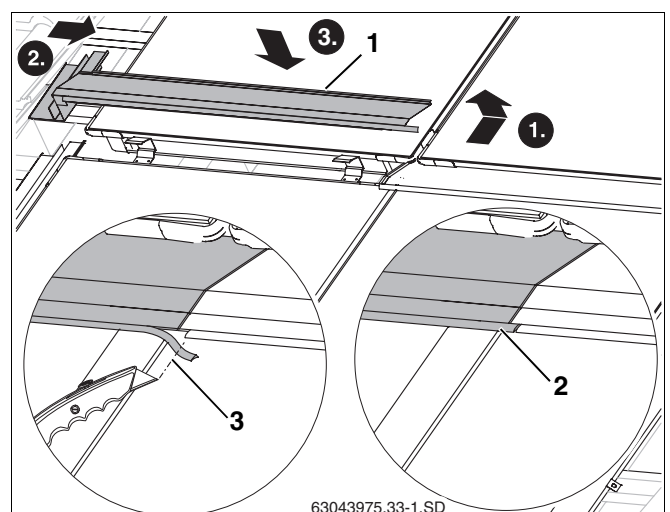

Fig. 54 Colocación de la chapa protectora central izquierda
- ▶ Sitúe el canto de la chapa protectora izquierda (fig. 54, **pos. 1**) en la empuñadura del marco del colector como en el caso de la chapa protectora derecha.
- ▶ Recorte la tira de goma (fig. 54, **pos. 3**) hasta que haga tope con la falda de goma de la chapa protectora derecha.
- ▶ Introduzca la tira de goma de la chapa protectora izquierda en la unión de la chapa protectora derecha (fig. 54, **pos. 2**).